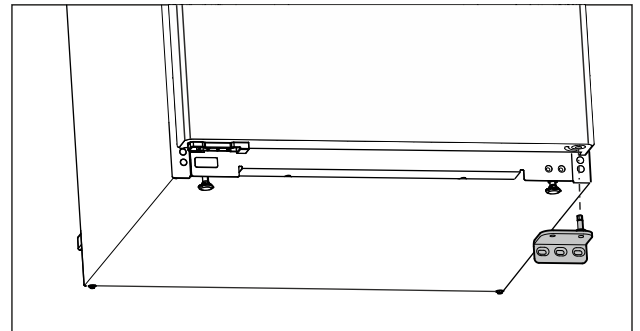

Fig. 11
- ▶ Nuimkite atraminę gembę žemyn. (žr. Fig. 11)